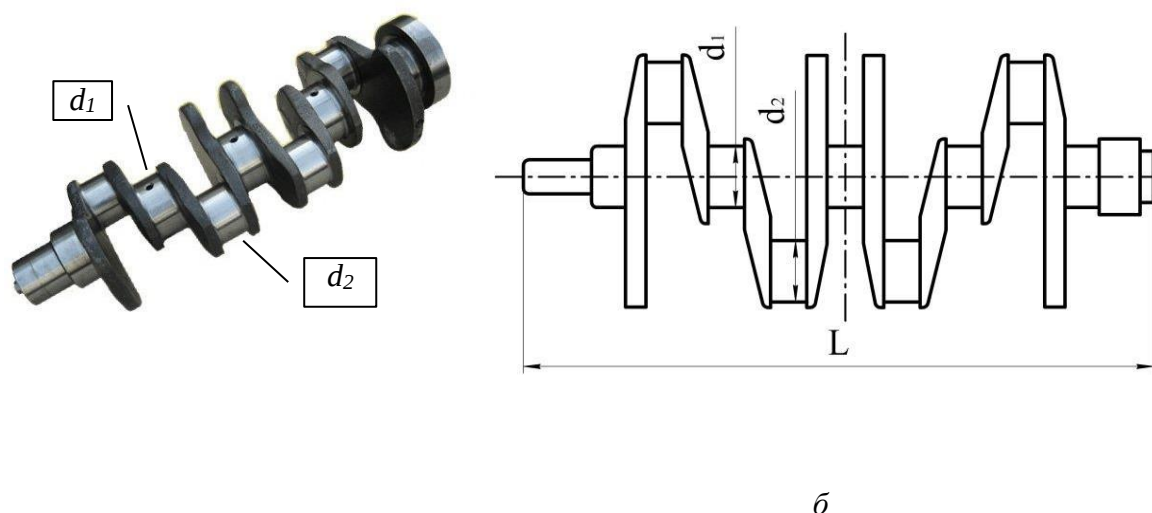

Рис. 1.16. Коленчатый вал дизельного двигателя:
16. Пользуясь «Марочником сталей и сплавов», выбрать марку стали для изготовления коленчатого вала мощного дизельного двигателя (рис.1.16). Производство двигателей серийное.